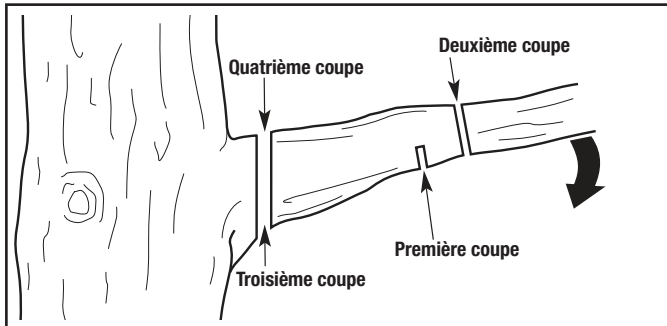

Figure 21
1. Faites la première coupe à environ 15 cm (6 pouces) du tronc de l'arbre. Coupez vers le haut, à partir depuis le dessous de la branche. Utilisez le haut du guide-chaîne pour effectuer cette coupe. Coupez au tiers du diamètre de la branche (Fig. 21).
2. Faites la deuxième coupe 5 à 10 cm (2 à 4 pouces) plus loin sur la branche. Coupez vers le bas, à partir depuis le dessus de la branche. Utilisez le bas du guide-chaîne pour effectuer cette coupe. Coupez complètement la branche (Fig. 21).
3. Effectuez la troisième coupe le plus près possible du tronc de l'arbre. Coupez vers le haut, depuis le dessous du moignon de la branche. Utilisez le haut du guide-chaîne pour effectuer cette coupe. Coupez au tiers du diamètre de la branche (Fig. 21).
4. Faites la quatrième coupe directement au-dessus de la troisième coupe. Coupez vers le bas, depuis le dessus du moignon de la branche. Utilisez le bas du guide-chaîne pour effectuer cette coupe. Coupez complètement le moignon de branche pour rejoindre la troisième coupe (Fig. 21). Cela permettra de retirer le moignon de branche.